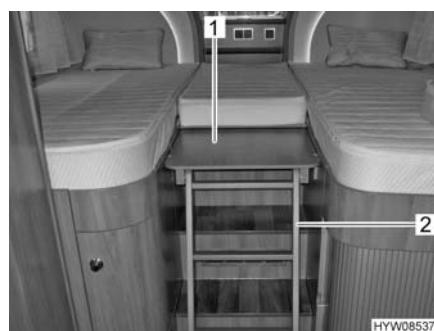

Fig. 76 Scaletta (letto in coda)
- Estrarre la scaletta (Fig. 76,2) dall'ampliamento (Fig. 76,1) e appoggiarla sul pavimento. La scaletta è collegata all'ampliamento per mezzo di uno snodo.